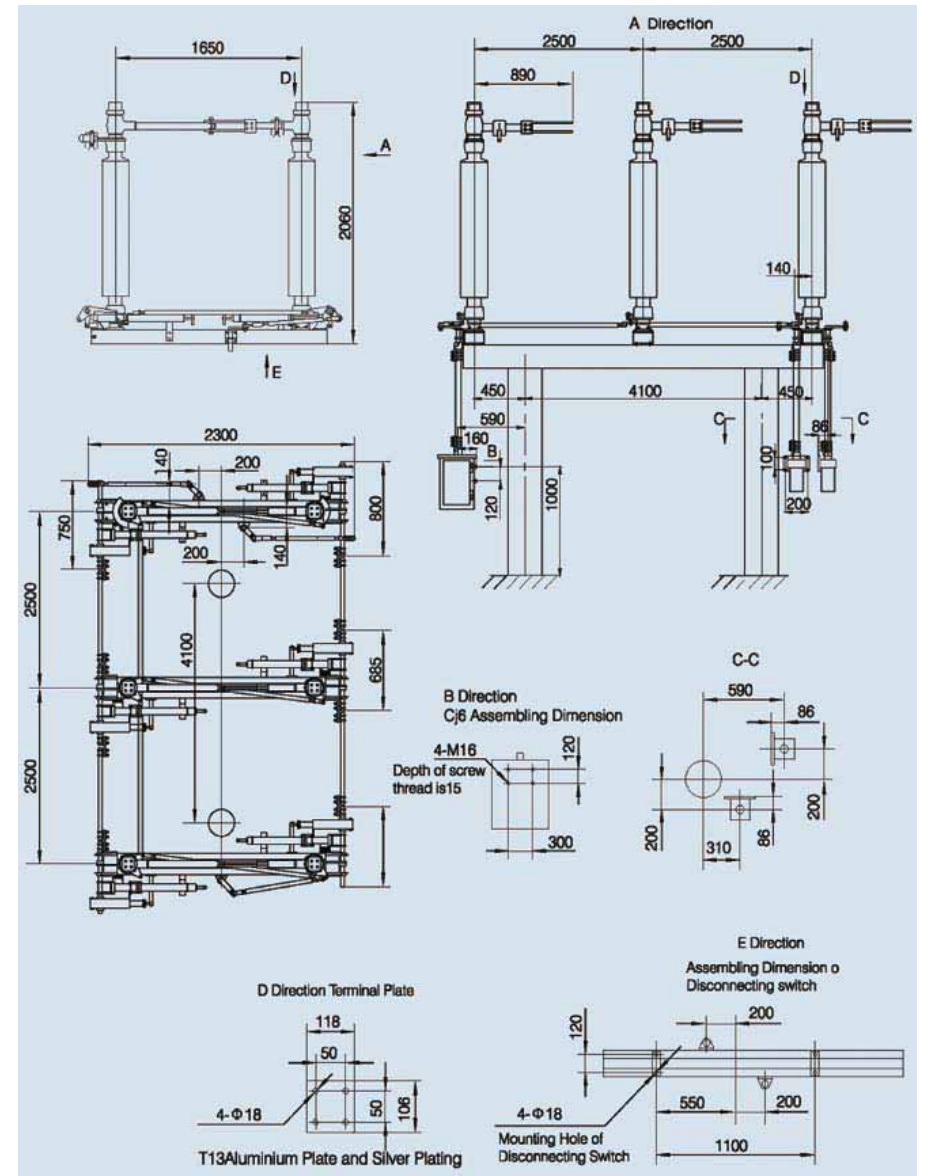

Рис. 6.4 Разъединитель типа GW4-145IIDW
6.3 Разъединитель типа GW4-145IIDW (см. рис. 6.4).